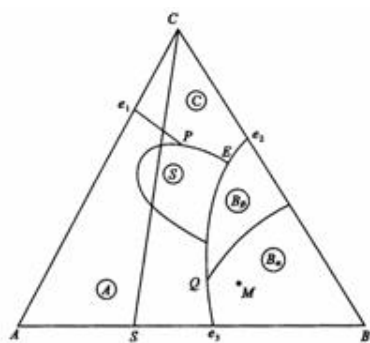

图6-19
6-31根据图6-19回答下列问题：(1) 用箭头标出各界线的温度下降方向并说明界线性质的；(2) 指出各无变量点 $E$ 、 $P$ 、 $R$ 、 $Q$ 的性质，并写出其相平衡关系；(3) 写出熔体 $M$ 的结晶过程，说明液相离开 $R$ 点的原因；(4) 画出 $AB$ 、 $BC$ 二元系统相图。